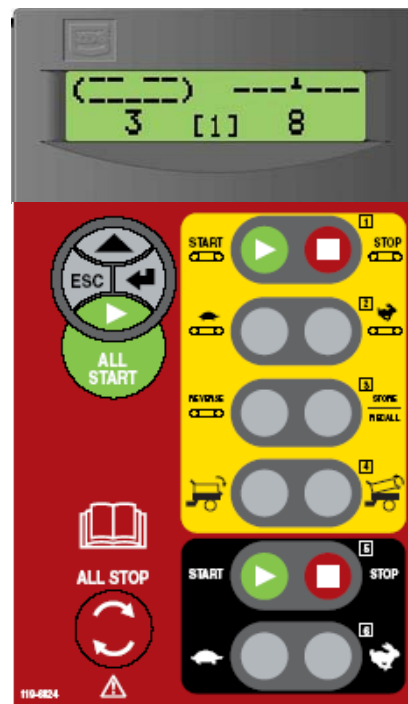

Figure 15 : Boîtier de commande des modèles EH
2. Avec la poignée de béquille, ouvrez ou fermez la partie réglable du panneau arrière (Figure 15). Cela limite l'écoulement de matériau quand un accessoire est utilisé.